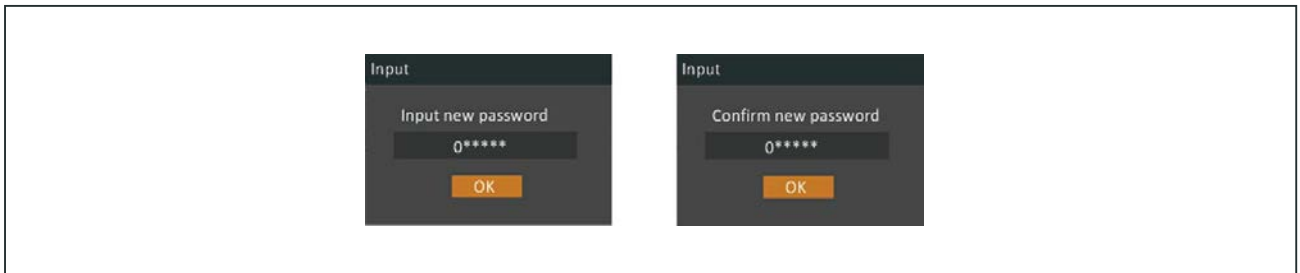

図 4-10 新しいパスワードと確認のダイアログボックス
4. 下方向の矢印ボタンでChange Settings Passwordをハイライト表示にして、Enterを押してから現在のパスワードを再入力します。新しいパスワードのダイアログボックスが表示されます(図4-10)。